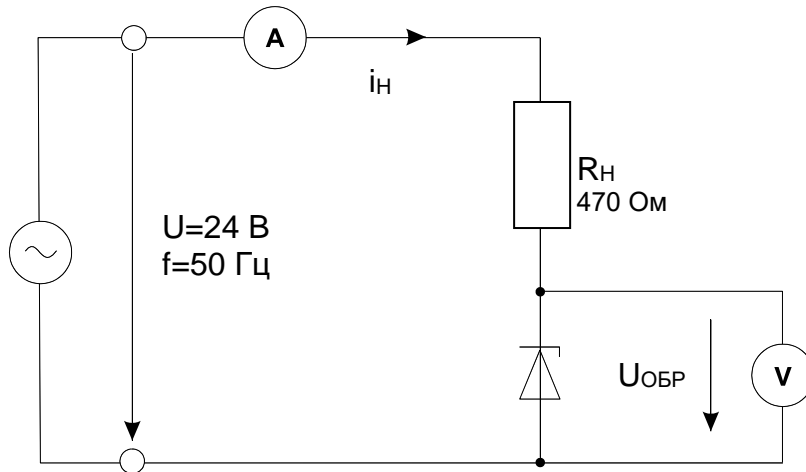

Рис. 2.1.1
- Соберите цепь согласно схеме (рис. 2.1.1) и подайте на вход синусоидальное напряжение 24 В частотой 50 Гц. На схеме А и V — входы коннектора.